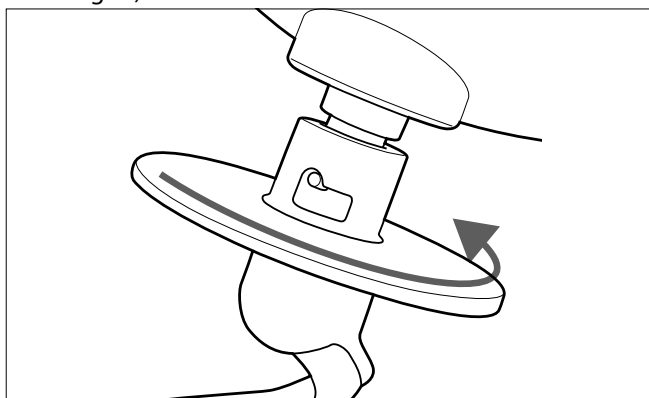

Fig. 7 – Fissare l'accessorio di mescolamento
- ▶ Spingere l'accessorio di mescolamento verso l'alto e ruotarlo in senso orario fino all'innesto. L'accessorio di mescolamento può essere inserito e ruotato correttamente solo se la sporgenza è inserita correttamente nella scanalatura di guida corrispondente (vedere Fig. 7).